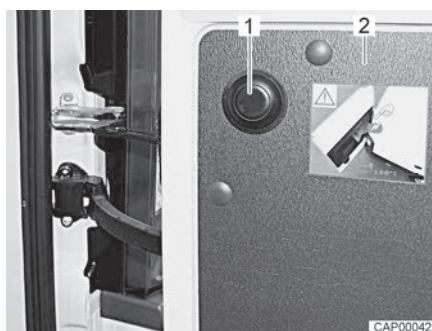

Fig. 26 Bottone a pressione per sbloccare la limitazione
- Aprire la porta di coda (Fig. 26,2) fino all'arresto.
- Premere il bottone a pressione (Fig. 26,1), tenere la porta di coda e aprirla ulteriormente con cautela.